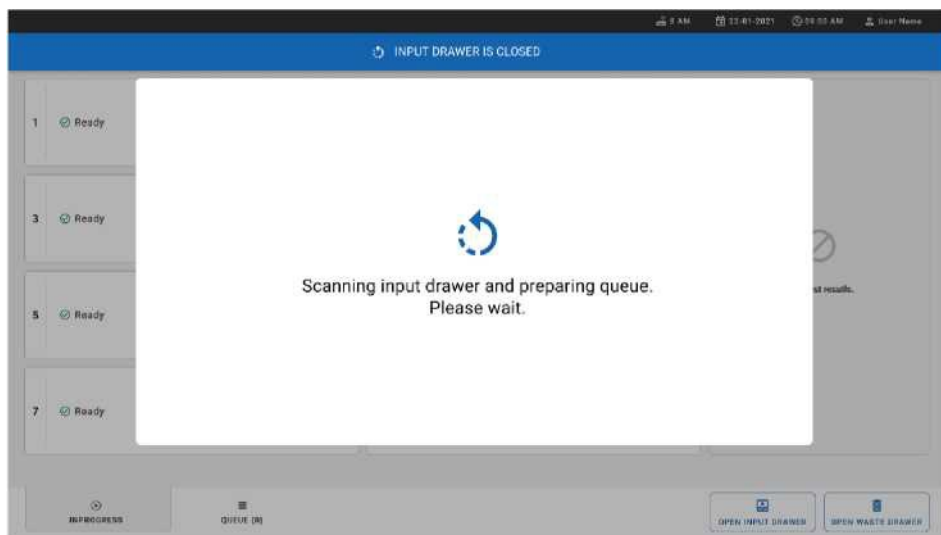

Рис. 29. Экран подготовки очереди.
14. Закройте загрузочный лоток, когда все картриджи будут отсканированы и вставлены. Система просканирует картриджи и подготовит очередь (рис. 29).
16. Нажмите кнопку «**CONFIRM DATA TO RUN (подтверждение данных для запуска)**» в нижней части экрана, когда все отображаемые данные верны (рис. 29). после этого от оператора требуется окончательное подтверждение запуска тестов.